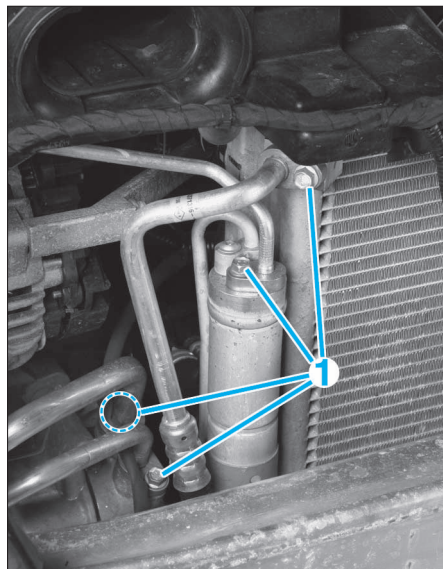

FIG. 91
- Débrancher le connecteur (3) du capteur de pression d'admission d'air.
- Déposer les vis de fixation (1) des tuyaux de conditionnement d'air (Fig.91).